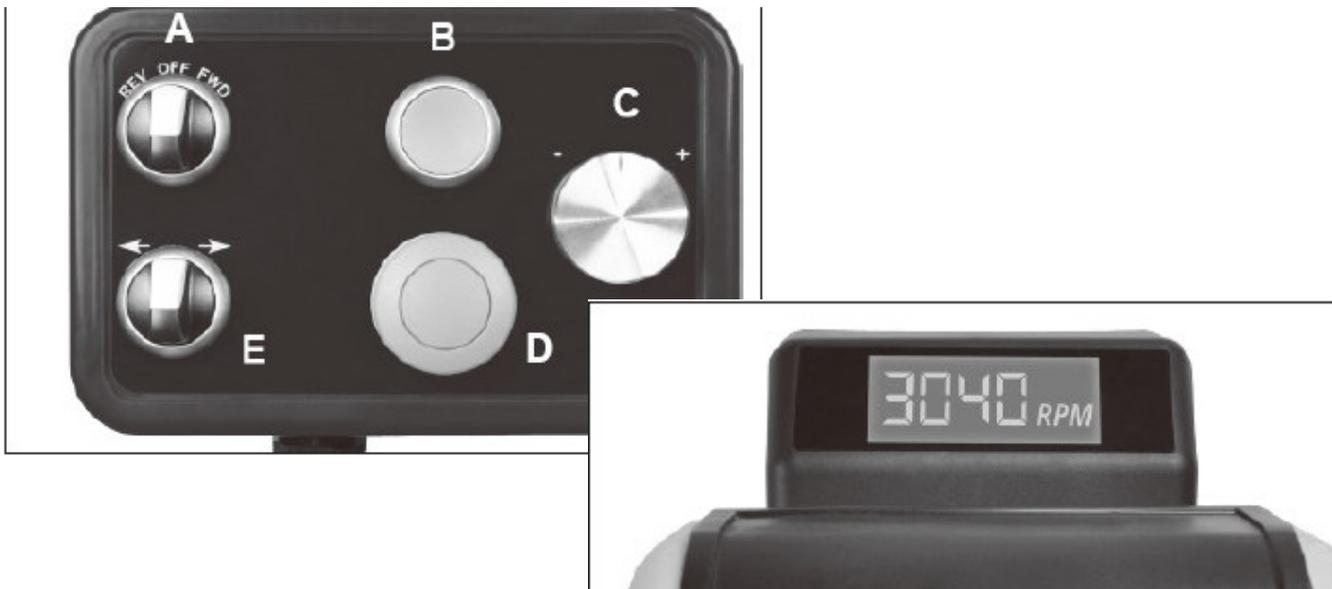

Abb.7-19: Bedienfeld
Drehrichtungsschalter (Pos. A, Abb. 7-19)
Ein- Aus- Taste (Pos. B Abb. 7-19)
Drücken Sie die grüne Taste (Pos. B, Abb. 7-19), um die Drechselbank einzuschalten.
Not-Aus- Schalter (Pos. D, Abb. 7-19)
Die mit dem Drehknopf (Pos. C, Abb. 7-19) eingestellte Drehzahl der Spindel wird auf der Digitalen Drehzahlanzeige (Abb. 7-19, unten rechts) angezeigt.
Schalter für das verschiebbare Maschinenbett (Pos. E, Abb. 7-19)
2. Drehen Sie anschließend den Schalter (Pos. E, Abb. 7-19) nach rechts. Das motorisierte Maschinenbett bewegt sich nun automatisch und bleibt an der gewünschten Position stehen, bis es entweder seinen maximalen Verfahrweg erreicht oder der Schalter wieder losgelassen wird.